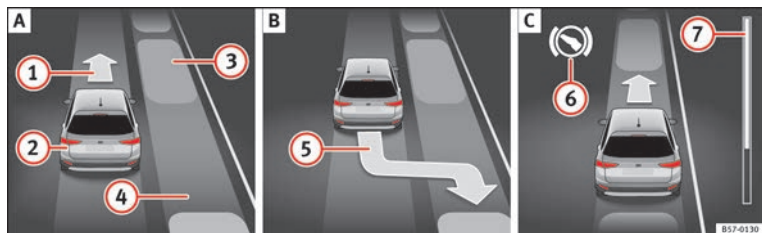
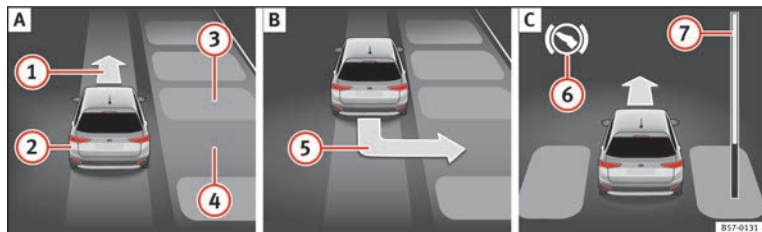

Fig. 203 Sur l'écran du combiné d'instruments : stationner en créneau. **A** Chercher une place de stationnement. **B** Position de stationnement. **C** Manœuvrer.
Fig. 204 Sur l'écran du combiné d'instruments : stationner en bataille. **A** Chercher une place de stationnement. **B** Position de stationnement. **C** Manœuvrer.
Légende de la **fig. 203** et **fig. 204** :
La barre de progression **» fig. 203 ⑦** et **» fig. 204 ⑦** affiche symboliquement la distance relative qu'il reste à parcourir à l'écran du combiné d'instruments. Plus la distance est grande, plus la barre de progression est remplie. En circulant en marche avant, le contenu de la barre de progression diminue vers le haut, et en circulant en marche arrière, il diminue vers le bas.
| 2. | Regardez sur l'affichage de l'écran du combiné d'instruments si la place « appropriée » a été détectée et si la position correcte pour stationner » fig. 203 B ou » fig. 204 B a été atteinte. La place sera considérée comme « appropriée » si l'indication de stationnement 5 apparaît à l'écran du combiné d'instruments. |
| | Reculez jusqu'à ce que retentisse le signal continu du ParkPilot. OU : reculez jusqu'à ce que l'indication de passer en marche avant » fig. 203 A 1 ou » fig. 204 A 1 apparaisse à l'écran du combiné d'instruments. |
| 9. | OU : avancez jusqu'à ce que l'indication de passer en marche arrière apparaisse à l'écran du combiné d'instruments. Le système de stationnement assisté dirige le véhicule en marche avant et en marche arrière jusqu'à ce qu'il soit centré sur la place » fig. 203 C ou » fig. 204 C. |